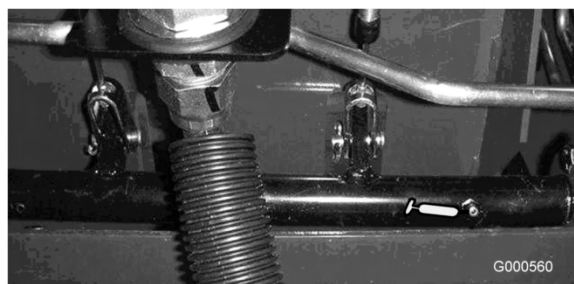

Figura 24
- Cojinetes del pivote del eje de freno (5) (Figura 24)